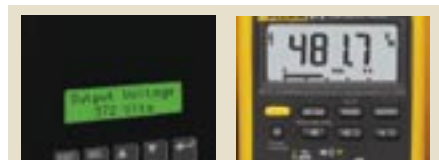

Figure 1. Mesure de la tension de sortie sans filtre passe-bas.
7. Si le filtre passe-bas n'est pas activé, les mesures de la tension de sortie peuvent être 10 à 30 % supérieures, comme sur un multimètre numérique classique (voir figures 1 et 2).